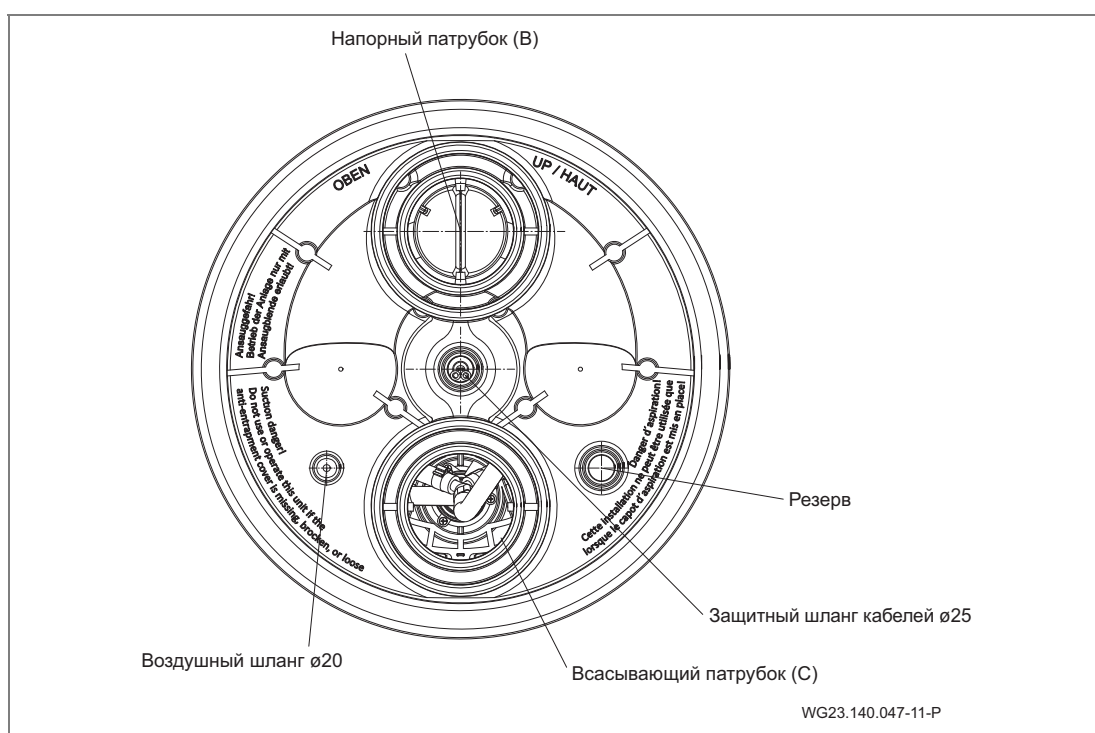

Рис. 15
1. Вклеить защитный шланг кабелей и наружный воздушный шланг. (Рис. 15)